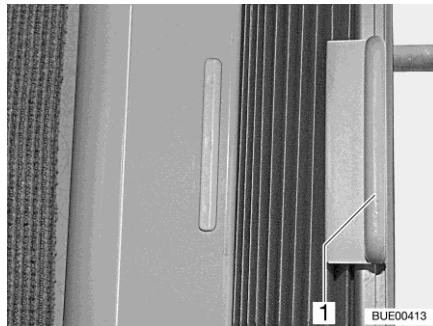

Bild 30 Plisségardin (sidofönster)
- Öppna och stänga: ■ Håll i plisségardinens handtag (Bild 30,1) och skjut åt höger eller vänster.